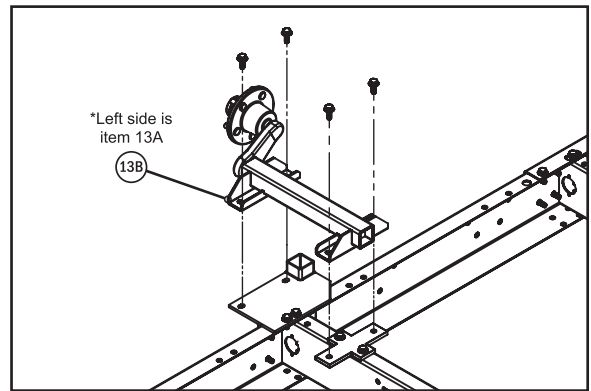

Fig. 8
Étape 12 : Installez l'essieu de torsion. Installez l'essieu de torsion (droit n° 13B ou gauche n° 13A, lorsque vous assemblez le côté gauche) comme indiqué (fig. 8) à l'aide de quatre boulons M10 x 30 mm (n° 1) et écrous M10 (n° 2)